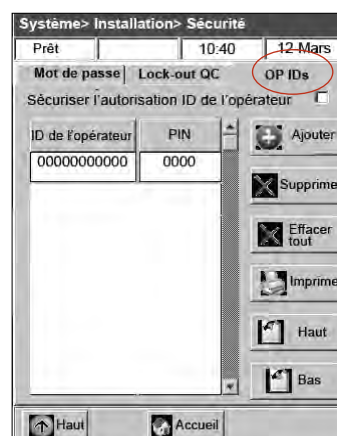

Figure H-22 : Écran “Système> Configuration> Sécurité”
4. Sélectionnez l’onglet **“ID de l’opérateur”** (Figure H-22).